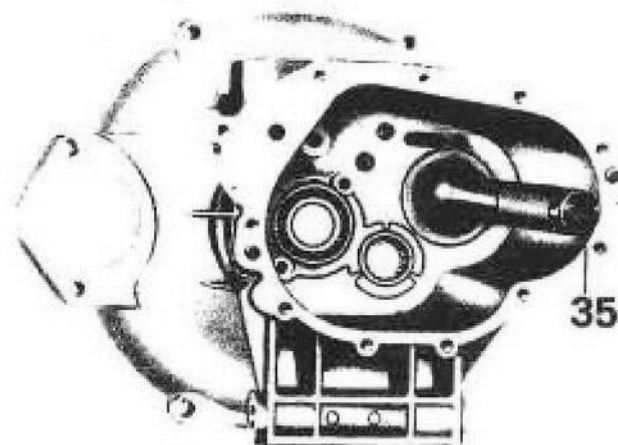

Fig. 95/3
- il cuscinetto per albero primario va pressato con apposito punzone n. 14928800 (37 di fig. 95/6);